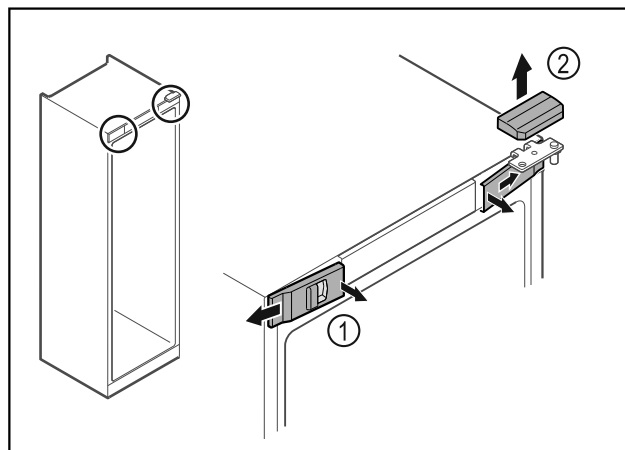

Fig. 16
- Voorste afdekkingen Fig. 16 (1) binnen ontgrendelen en naar de zijkant toe verwijderen.
- Bovenste afdekking Fig. 16 (2) naar boven toe verwijderen.